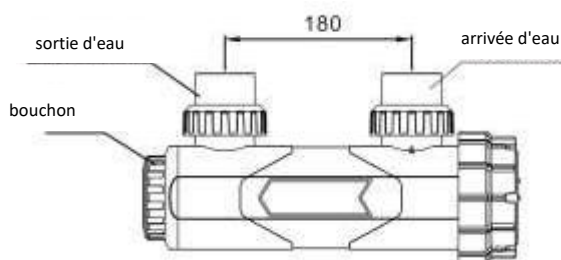

Figure1-2
- Deux prises en option rendent l'installation plus pratique. (voir Figure 1-2, 1-3).